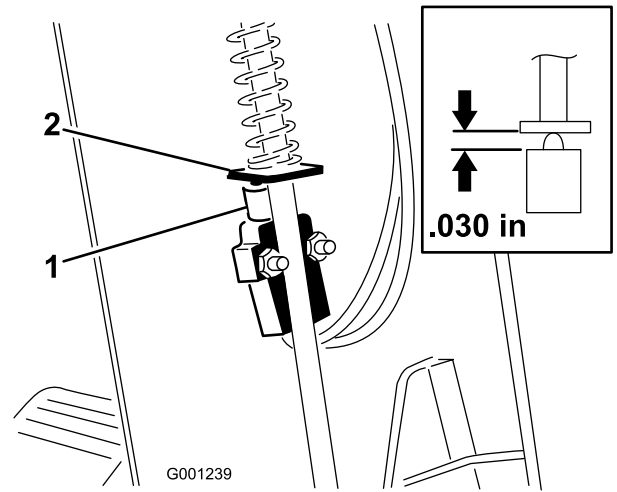

Bild 73
3. Schieben Sie die Abdeckung auf der Lenkwelle nach oben, um den Schalter für die Feststellbremse freizulegen (**Bild 73**).
5. Richten Sie die Schaufel der Feststellbremsstange mit dem Schalterkolben aus (**Bild 73**).
6. Drücken Sie die Feststellbremsstange nach unten und den Schalter nach oben, bis die komprimierte Länge des Schalterkolbens 0,7 mm beträgt; siehe **Bild 73**.